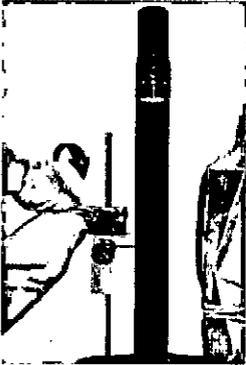

Figura 80
24. Apriete el tornillo del transportador para asegurar el tubo de inserción de guía. (Ver Figura 80)